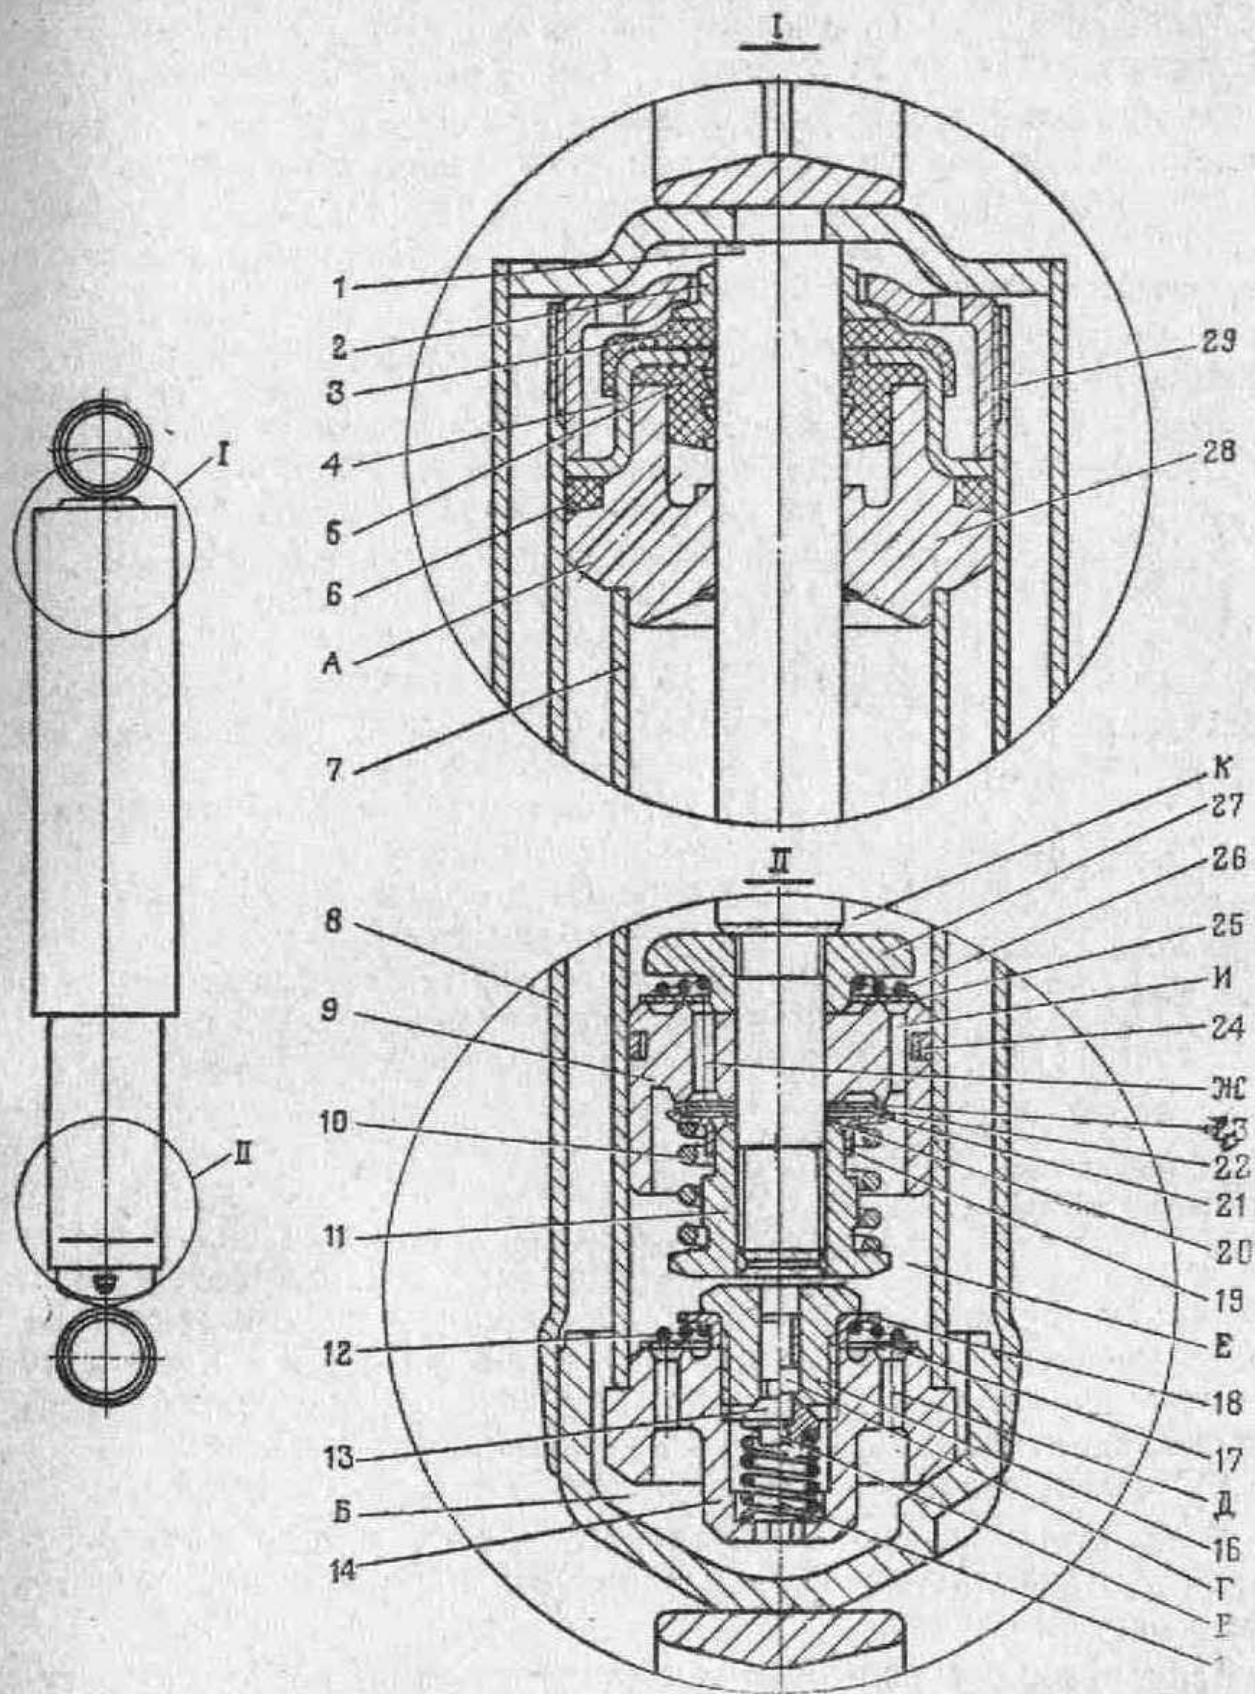

Рис. 71. Амортизатор:
**Амортизаторы** (рис. 71) служат для гашения колебаний автомобиля, возникающих при движении его по неровностям дороги.
При появлении на амортизаторе следов течи масла подтяните гайку 29 (рис. 71) резервуара, для чего снимите амортизатор с автомобиля.